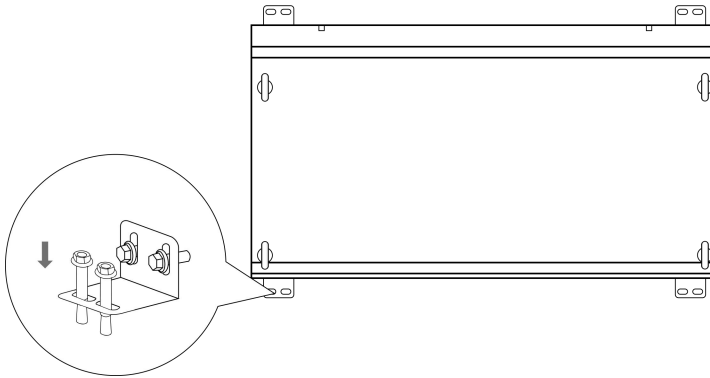

Abbildung 2-3
4. Befestigen Sie die 4 Winkelstähle mit 8 Spreizdübeln (M16*100) am Boden. (Abbildung 2-3)